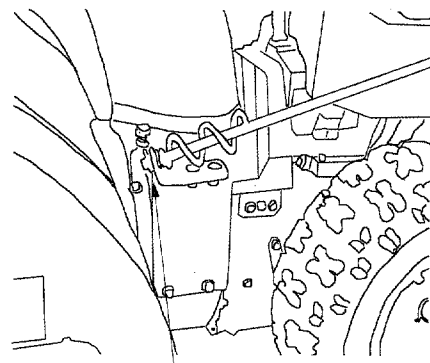

Figura 26
- Disconecte el conjunto de la manija de la canaleta extrayendo el broche de cabello y las dos arandelas planas. Vea la Figura 26.